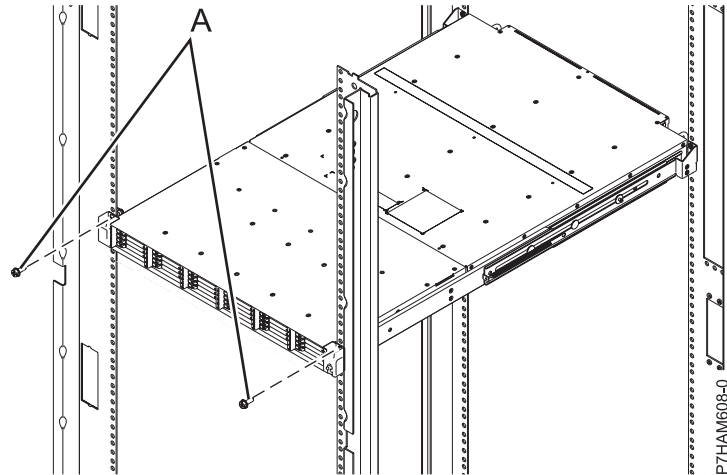

Figure 11. Fixation de l'avant du boîtier à l'armoire
- e. Fixez l'avant du boîtier aux cornières de l'armoire en insérant les vis de fixation (A) dans les trous ouverts supérieurs des supports et dans les trous supérieurs des bandes EIA, comme indiqué à la figure 11, à la page 11.